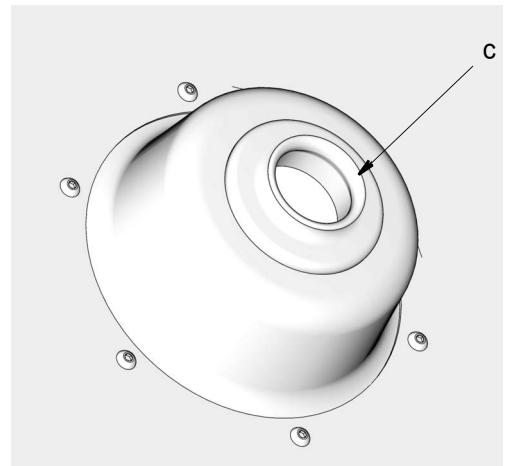

图 7
- 检查压油盘以确保橡胶索环 (c) 安装在压油盘的中心 (图 7)。